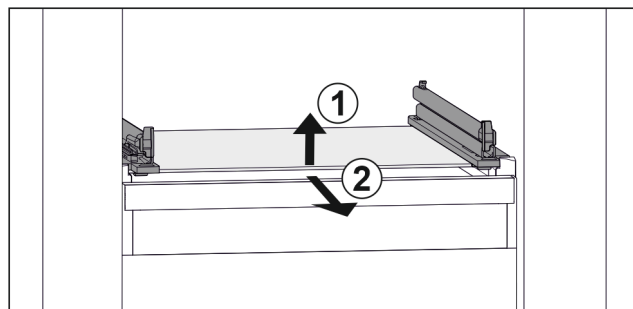

Fig. 36 Exemple de représentation de la tablette en verre
- ▶ Soulever la tablette en verre par l'avant. Fig. 36 (1)
- ▶ Retirer la tablette en verre par l'avant. Fig. 36 (2)